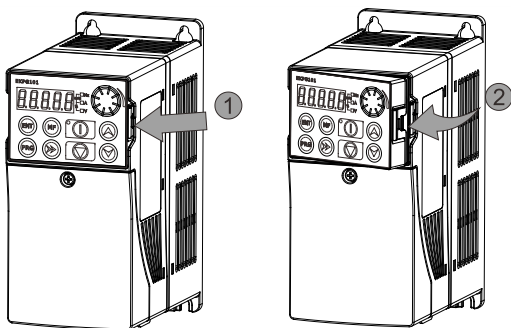

图 2-5 键盘的拆卸
- ◆ 拆卸键盘，如下图 2-5：先由方向 ① 按压键盘弹性卡扣，然后方向 ② 抬起键盘。